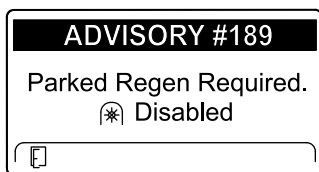

図 51
- 時間以内に駐車再生を行わないと、インフォセンターに駐車再生要求が表示され、PTO が無効化され、アドバイス No.189 が表示されます 図 51。